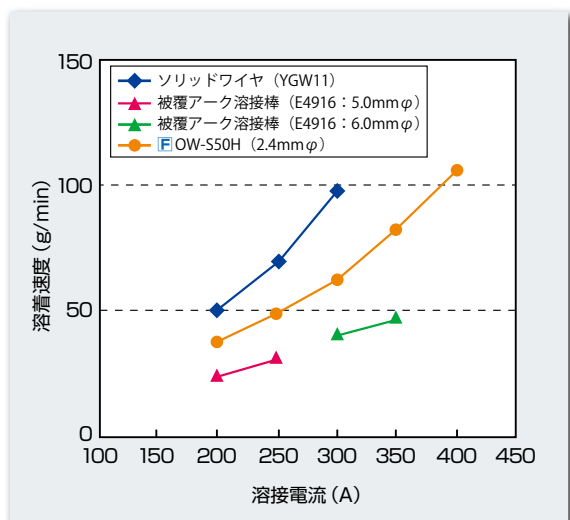

図1 溶着速度比較
- ①内包したフラックスがアーク熱に反応してシールドガスを発生させ、溶融池を大気中の窒素や酸素から遮断・保護するので、シールドガスが不要。
- ②風に強く、風速10m/秒程度まで防風対策が不要なので、屋外での現場溶接作業に最適。
- ③被覆アーク溶接に比べ、溶着速度が早く能率的(図1参照)。
- ④スラグが溶接金属全面を覆い、美しいビード外観が得られる。また、スラグのはく離性も良好。
- ⑤半自動アーク溶接法と同様に全姿勢溶接が可能。
- ⑥OW系では、交流電源も使用可能で設備費が安価で経済的。
- ①他の溶接方法と比較し、溶接時のヒューム発生量が多い。
- ②フラックス入りワイヤなので、ワイヤの保管・管理には十分な注意が必要になる。
- ③OW系では、専用の溶接機や送給装置が必要。
- ④半自動アーク溶接に比べ溶着速度が劣る(図1参照)。